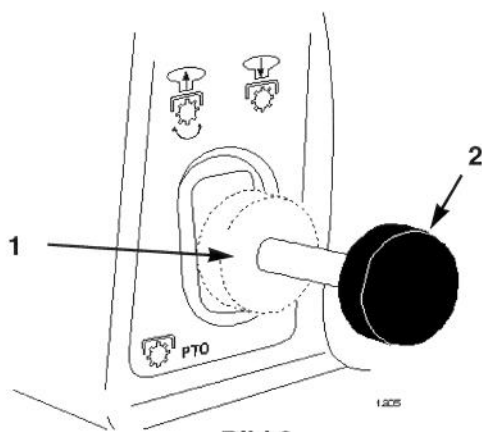

Bild 6
2. Den Zapfwellenantrieb (ZWA) in die "EIN"-Stellung ziehen (Bild 6).
2. Den Zapfwellenantrieb (ZWA) in die "AUS"-Stellung drücken (Bild 6).